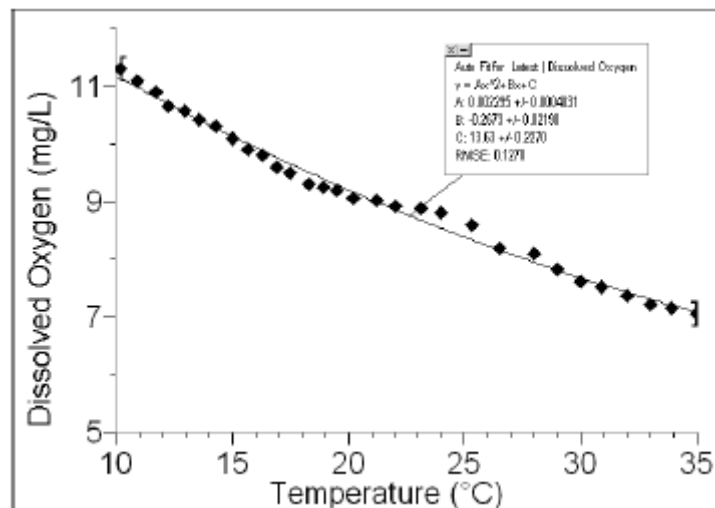

Abbildung 2 Gesättigter gelöster Sauerstoff vs. Temperatur
- Würde die Lösung jedoch auf 10°C abgekühlt und dabei kontinuierlich gerührt, bliebe sie durch Lösen zusätzlichen Sauerstoffs gesättigt und der Sensor mit Temperatenausgleich würde 11,35 mg/l anzeigen, den Wert aus Abbildung 2.